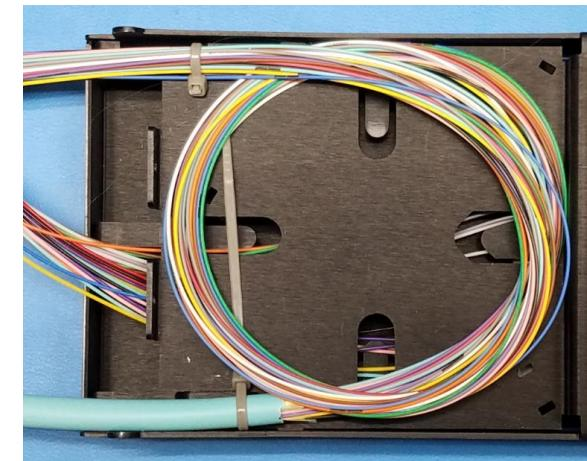

Figura 6
- 3.8** Separe las fibras del enlace troncal en grupos de 12 fibras cada uno. Proporcione un bucle de cable suelto del almacenamiento para el cable troncal expuesto en el área de almacenamiento de la tapa inferior (**Figura 6**). Sujete temporalmente el bucle con una segunda abrazadera de unión. Instale la tapa inferior y dé la vuelta al módulo.